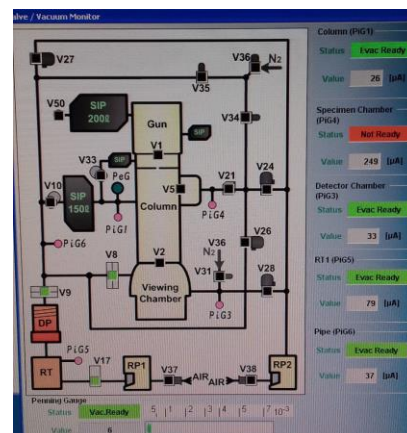

Figura 8
- 2) El indicador “PUMPING” (PiG3), en el ordenador de JEOL, se enciende y parpadea hasta que se queda fijo en color verde (Figura 8). Seguidamente, en 60-90 segundos el LED “HOLDER READY” (figura 7b) lucirá en verde, indicando que el portamuestras puede insertarse del todo. Para ello, se realizan los movimientos detallados en la Figura 9.